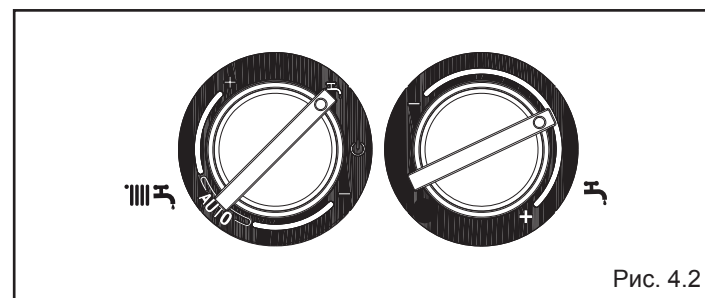

Рис. 4.2
- установите переключатель режимов работы на символ «☀️» (рис. 4.2)